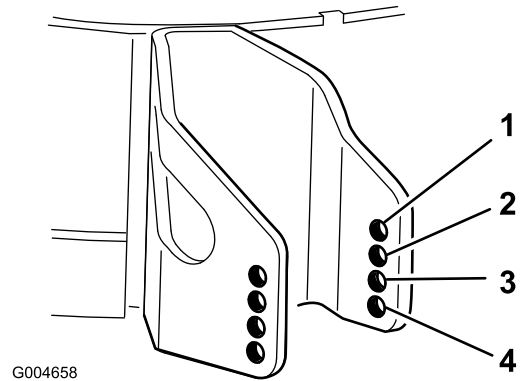

図 26
- 設定した刈高に一番近い数値の穴を、芝削り防止ローラの取り付け穴とする（図 26）。